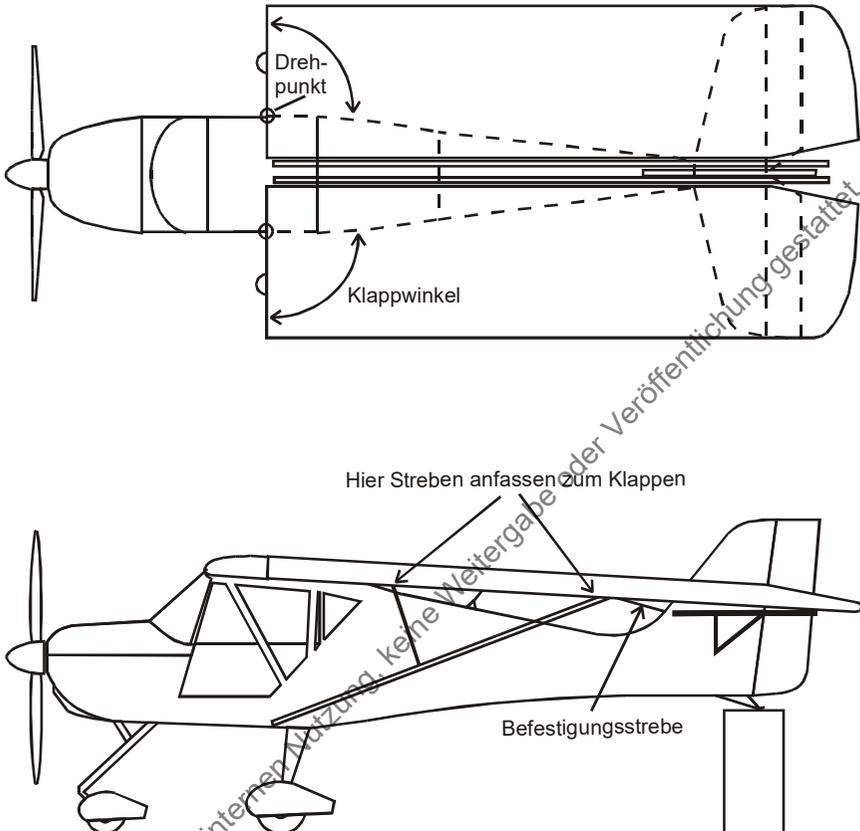

Bild 7: Klappen des EUROFOX Flügels
2. Lösen der Befestigungsstrebe Flügel/Seitenleitwerk. (Bild 7)